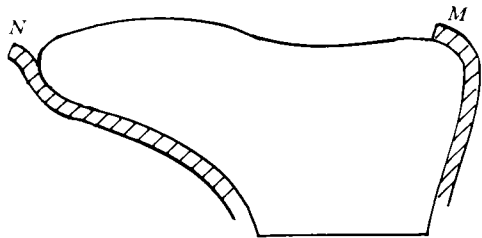

图1 鞋帮坐跟与跷头侧面示意图
(1) 跷头。鞋头部的帮脚向外翻起,中底缝线陷于楦底棱边下,其套楦后的表现如图1所示。图1中阴影部分表示帮脚,空白部分表示鞋楦及底面, M 表示坐跟, N 表示跷头。